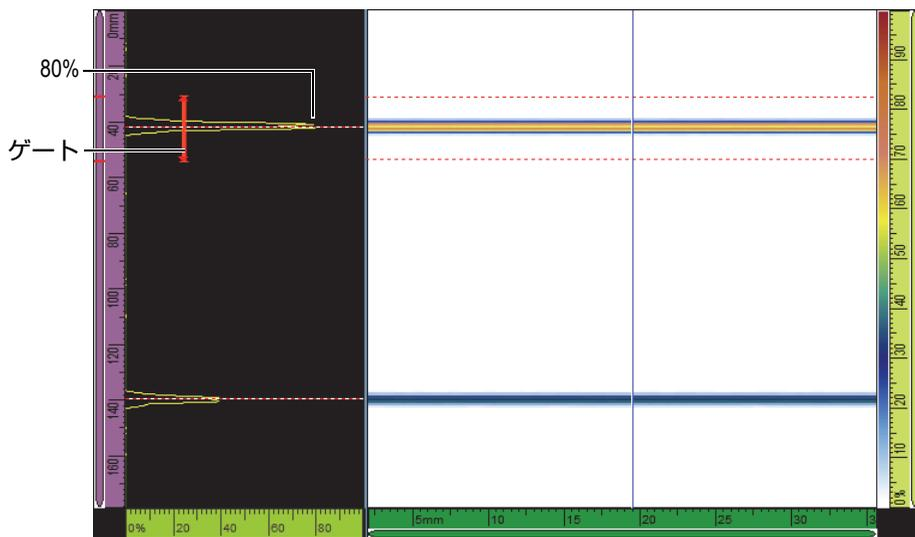

図 5-3 リニアスキャンの反射源信号の例
- b) 最初の信号が A-スキャンのフルスクリーンのおよそ 80 % に到達するように、**ゲイン**を設定します (131 ページの図 5-3 参照)。
- c) **開始位置と範囲**パラメータを設定し、A-スキャン上で反射源からの 2 つの信号を確認します (131 ページの図 5-3 の例を参照)。
- a) **開始位置と幅**パラメータで、最初の反射源の信号が、ゲートの中央でクロスし、また、信号の全体の幅が十分にゲートの範囲内に入るように、ゲート A の開始位置と幅を入力します（131 ページの図 5-3 参照）。